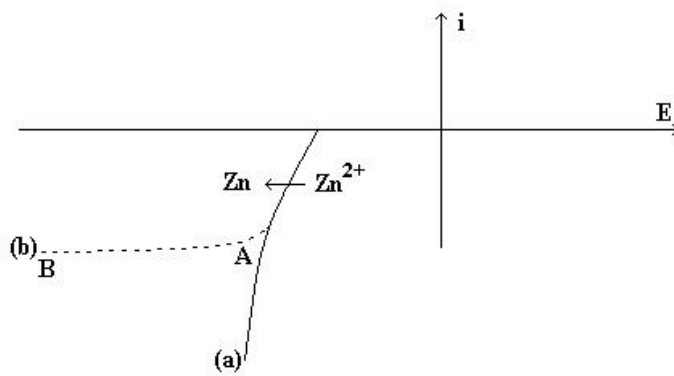

Figure 4 : courbes intensité-potentiel du zinc
- 12- Selon la concentration en zinc, la courbe intensité-potentiel relative au couple  $\text{Zn}^{2+}/\text{Zn}$  peut avoir des allures différentes (figure 4). Comment s'appelle le segment AB ? Expliquer sa présence (vous pourrez vous aider d'un schéma).